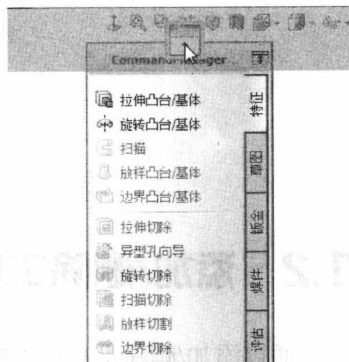

图 1-10 拖动工具栏
(1) 直接在工具栏空白处双击，即可使工具栏恢复到原来的位置。该方法不能使工具栏移动到其它位置。
(2) 单击拖动工具栏，这时在 SolidWorks 界面周围会出现三个图标，将工具栏拖动到任意一个图标处，如图 1-10 所示，工具栏就会自动插入相应的位置处。